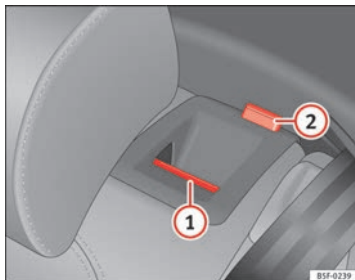

Fig. 91 No encosto do banco traseiro: botão de desbloqueio ①; marca vermelha ②
- Puxe o manípulo de desbloqueio → Fig. 91 ① para a frente e ao mesmo tempo rebata o encosto.
- O encosto traseiro está desbloqueado quando se vê uma marca vermelha no botão ②.
O encosto traseiro está desbloqueado quando se vê uma marca vermelha no botão ⇒ Fig. 91 ②.